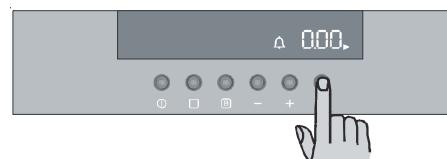

Рис. 8
- Нажмите клавишу , чтобы выбрать функцию таймера (рис. 8). Начнет мигать соответствующий значок и на дисплее панели управления появится «0.00».